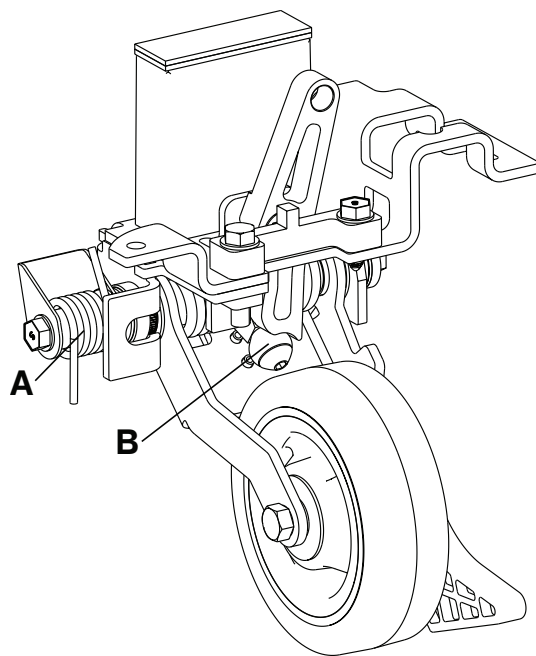

图 22 – 伸缩式第 5 脚轮润滑
3. 将 MPG-3 润滑油涂到弹簧 (A) 和辊 (B) 上 (图 22) 。